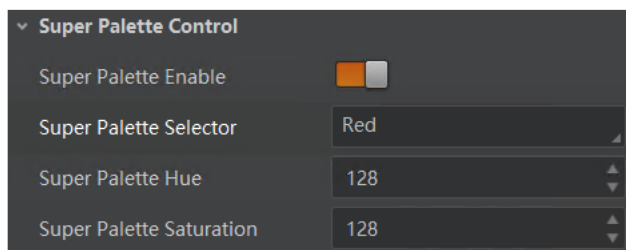

图7-48 Super Palette
3. 修改对应颜色区域的 *Super Palette Hue* 参数值及 *Super Palette Saturation* 参数值，如图 7-48 所示。